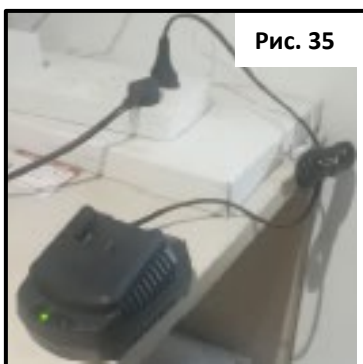

Рис. 35
- Подключите зарядное устройство к надлежащему источнику питания пер. тока. Загорится немигающий **ЗЕЛЕНЫЙ** индикатор, указывающий, что зарядное устройство подключено к надлежащему источнику питания (см. рис.35).